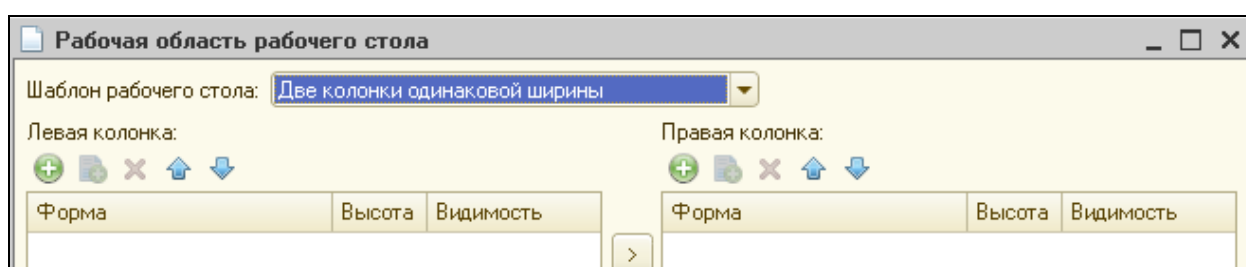

Рисунок 10.8 Окно настройки рабочего стола
2. Нажать кнопку **Открыть**. На экране появляется шаблон рабочего стола (рис. 10.8).